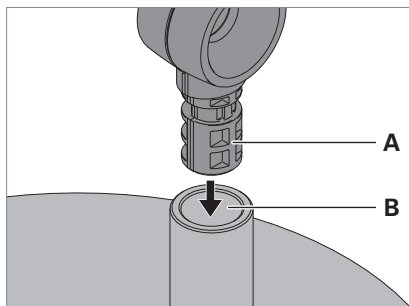

Fig. 2: Montaggio dell'apparecchio d'illuminazione a una base da tavolo.
- ▶ Inserire il perno **A** dell'asta dell'apparecchio d'illuminazione nell'apertura **B** della base da tavolo, vedi Fig. 2.